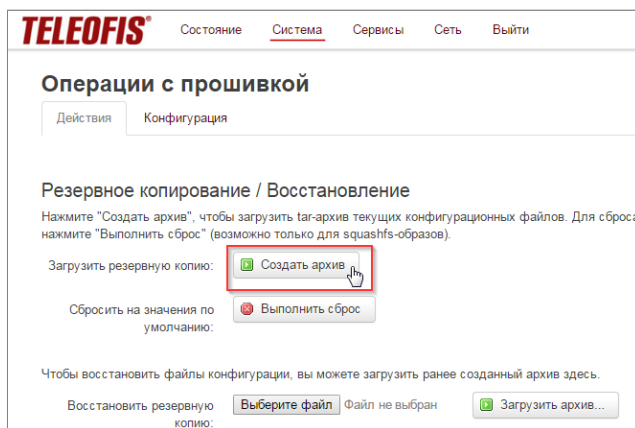

Рис. 52. Создание резервной копии конфигурации.
1. Для сохранения текущих настроек создайте резервную копию конфигурации. В меню **Система -> Резервная копия/Прошивка** нажмите **Создать архив** (Рис. 52). Система создаст и загрузит на ваш компьютер tar-архив текущей конфигурации с расширением *****.tar.gz**